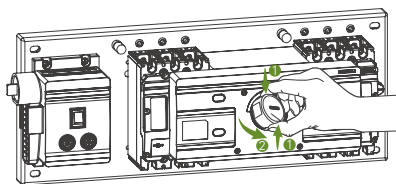

图1
- ① ②：如下图1指示，手动操作前，须将手柄旋转孔的上盖取下来；